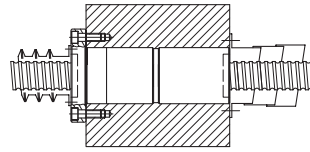

Fig. 3.3 Protezione dell'albero con coperture telescopiche o a soffietto
Negli ambienti contaminati da polvere o trucioli metallici, è consigliabile proteggere le viti a ricircolo di sfere applicando coperture telescopiche o a soffietto (cfr. Fig. 3.3)
*In the environments contaminated by dust or metal chips it is recommended to protect the ball screws applying telescopic or gusseted covers (Fig. 3.3).*